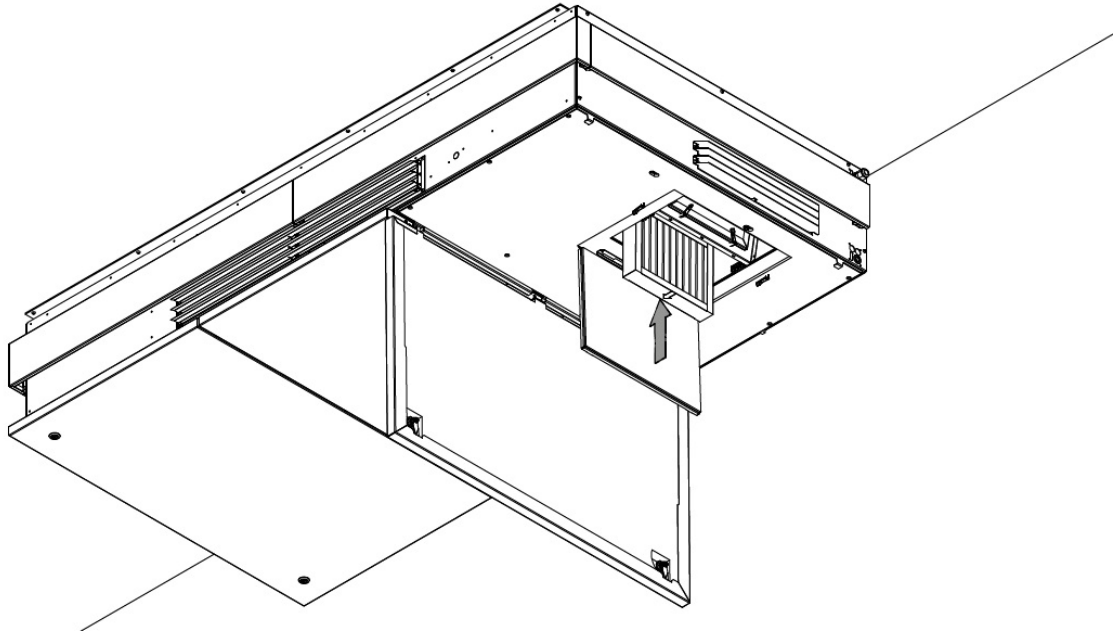

Afbeelding 14: Het scharnier openen dat het fijne filter op zijn plek houdt
6. Open het scharnier dat het fijne filter op zijn plek houdt, zie Afbeelding 14 hieronder.